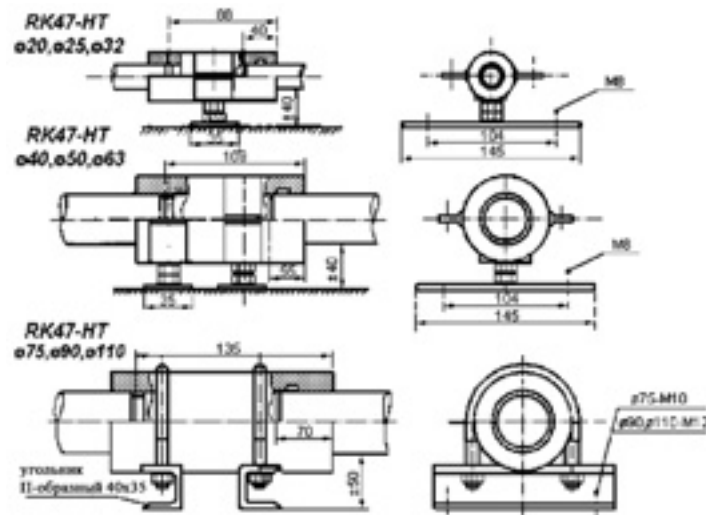

Рис. 170.
- необходимо строго выдерживать монтажную длину вхождения трубы в муфту (Рис.170.).